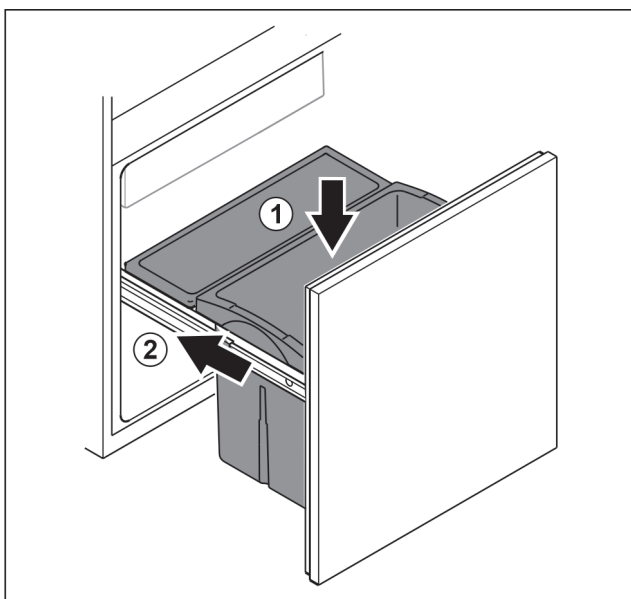

Fig. 102
- ▶ Inserire il cassetto dall'alto. Fig. 102 (1)
- ▶ Inserire il carrello spingendolo. Fig. 102 (2)